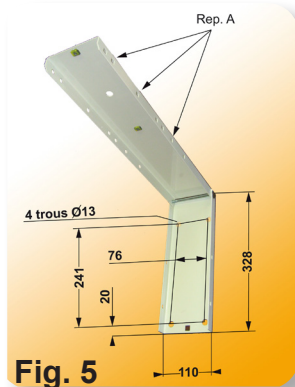

Fig. 5
- Utiliser l'équerre articulée (Fig. 5) pour le pointage des trous de fixation.
- Placer l'entretoise dans l'équerre articulée, les plis vers l'intérieur et les trous les plus grands positionnés du côté des perforations carrées (rep. A) de l'équerre (Fig. 5).
- La Fig.5 donne les cotes d'encombrement et de perçage (en mm) pour la fixation de l'équerre articulée.